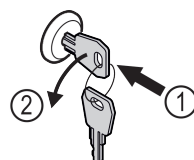

Fig. 162
- Insérer la clé. Fig. 162 (1)
- Tourner la clé à 90° dans le sens antihoraire. Fig. 162 (2)